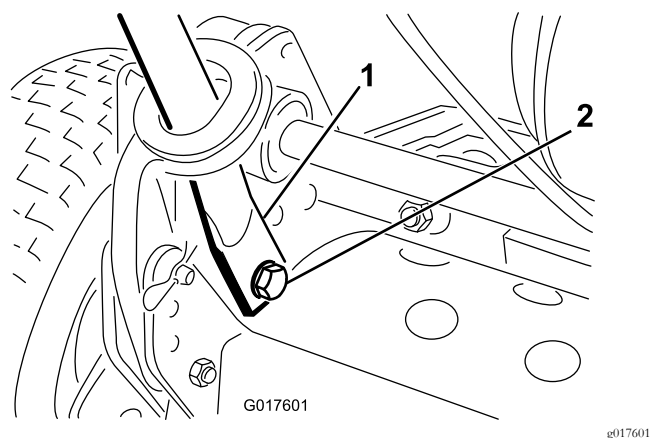

Figure 3
4. Poussez les extrémités du guidon vers l'intérieur et placez-les sur les axes de montage (Figure 3).
5. Fixez les extrémités du guidon aux axes de montage à l'aide des boulons, des rondelles plates et des rondelles-freins retirées précédemment (Figure 3).
6. Fixez les bras du guidon à l'arrière du cadre avec les goupilles fendues et les axes de chape retirés précédemment (Figure 3).